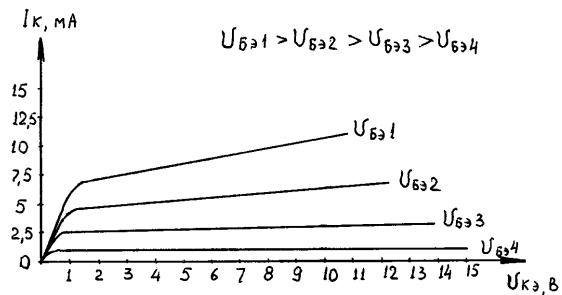

Рис.1
- Откуда ясно видно, что ток базы I_B зависит не только от $U_{БЭ}$, но и от $U_{КЭ}$! - торжественно провозгласил Верхоглядкин. - А потому на рис.1 следовало дать зависимости не от $U_{БЭ}$, а от I_B !